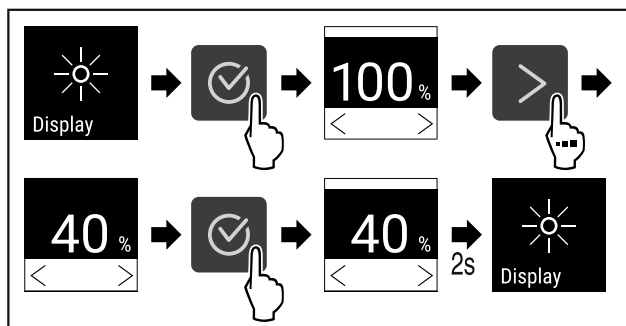

Fig. 71
- ▶ Følg anvisningene (se Fig. 71) .